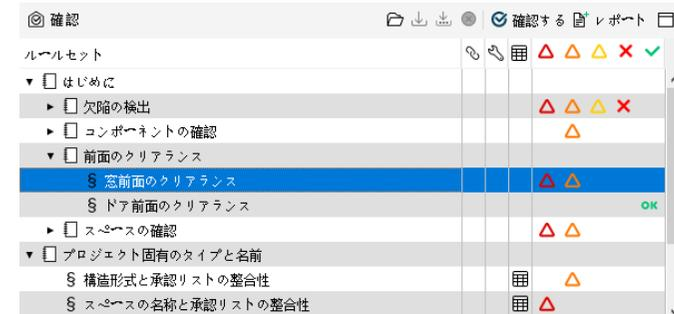

図 60. 窓前面のクリアランスのルール
- (1) 確認ビューから「前面のクリアランス」を開き、「窓前面のクリアランス」を選択します。(図 60 を参照)